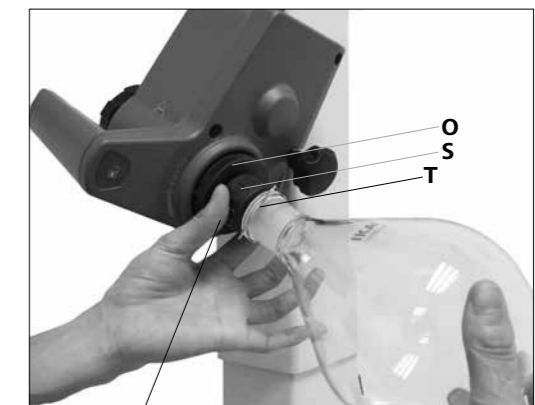

Fig.15b
- Fordítsa el a műanyag anyacsavart (P) a bilinccsel (S) együtt az óramutató járásával ellentétes irányban egészen addig, amíg a bilincs a karima fölé kerül. (Fig. 15b)
- Most fordítsa el a műanyag anyacsavart az óramutató járásával megegyező irányban addig, amíg a bilincs szilárdan fel nem fekszik a karimán. Ehhez tartsa meg a gőzátvezető cső reteszelőszerkezetét (O).